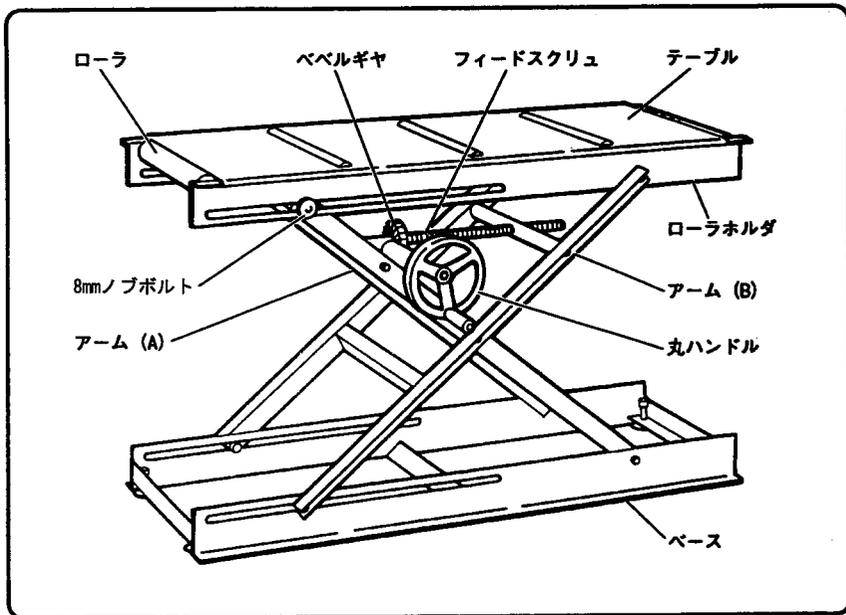

図 1
- アーム(A)、(B) またはベベルギヤ、フィードスクリュなどの可動部に手や身体をかみ込まれないようにしてください。(図1参照) 思わぬ事故の原因となります。